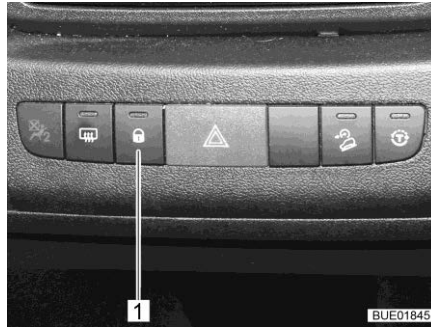

Bild 65 Schalter Zentralverriegelung
- Entriegeln:** ■ Taste (Bild 65,1) drücken. Die Türschlösser sind entriegelt.
- Verriegeln:** ■ Taste (Bild 65,1) drücken. Die Türschlösser sind verriegelt. Die Kontrollleuchte in der Taste leuchtet.